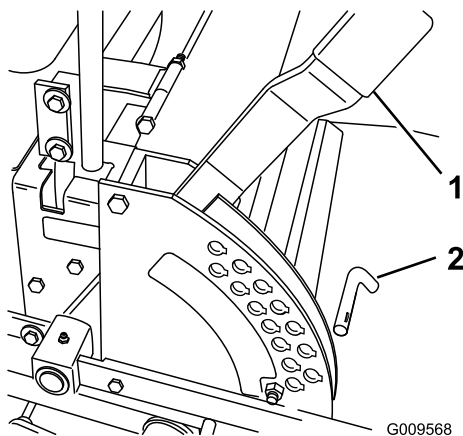

Figure 18
1. Relevez le levier de sélection de hauteur de coupe en position de transport (qui correspond aussi à la hauteur de coupe de 127 mm [5"]) (Figure 18).
2. Pour changer la hauteur de coupe, retirez l'axe du support de hauteur de coupe (Figure 18).
3. Placez la goupille dans le trou du support correspondant à la hauteur de coupe voulue (Figure 18).